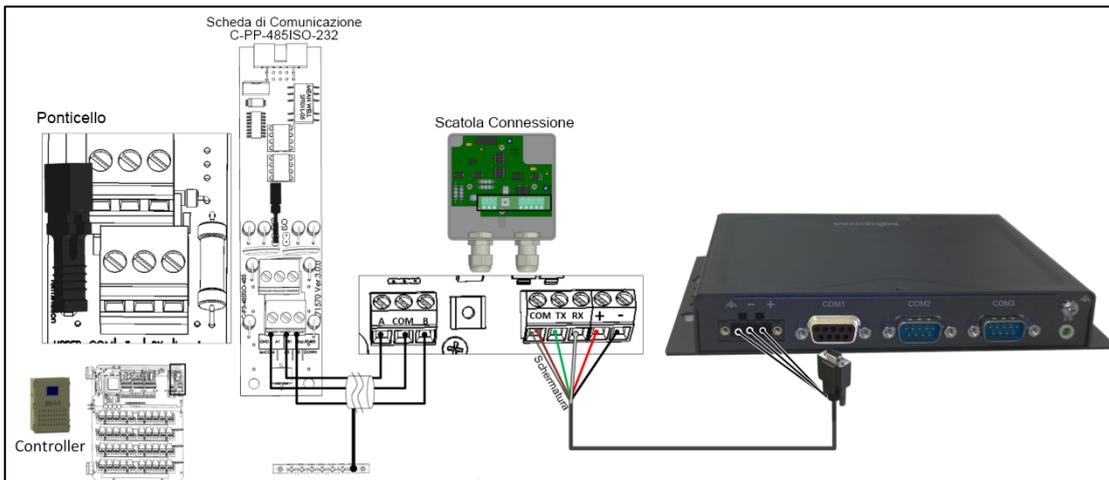

Figura 46: Comm-Box - Terminazione del Controller
- Non è necessario installare una resistenza di terminazione da 120 Ohm esterna nel controller; posizionare un ponticello sulla scheda di comunicazione sull'unità posta all'estremità della catena (Figura 46).